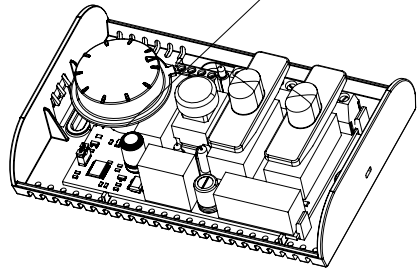

Рисунок 7.
- Установить переключку в определенное положение (смотреть рисунок 7);